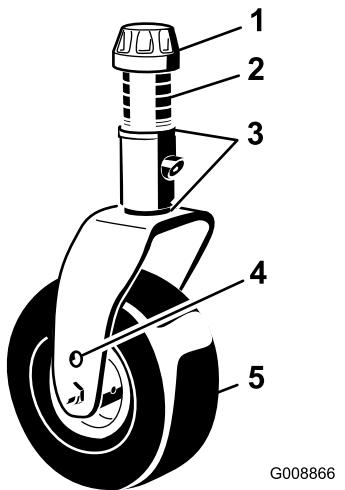
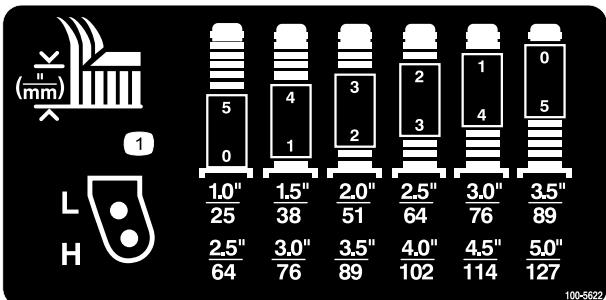

Bild 7
Bild 8
2. Schieben Sie die Distanzstücke auf die Laufradspindel, um die gewünschte Schnitthöhe zu erzielen, siehe Bild 7 und Bild 8 für die Kombination aus Distanzstücken für die Einstellung. Schieben Sie eine Druckscheibe auf die Spindel und drücken Sie das Laufrad durch den Laufradarm. Setzen Sie eine weitere Druckscheibe und die restlichen Distanzstücke auf die Spindel auf, und bringen
2. Stecken Sie die Laufradachsen in beiden Laufradgabeln in die gleichen Löcher. Ermitteln Sie die richtigen Löcher für die Einstellung richtig mit Bild 7 und Bild 8.
3. Entfernen Sie die Spannkappe von der Spindelwelle (Bild 7) und ziehen die Spindel aus dem Laufradarm heraus. Ziehen Sie zwei Beilagscheiben so auf die Spindelwelle, wie sie ursprünglich montiert waren. Diese Beilagscheiben sind erforderlich, um alle Mähwerke über die Breite auf ein Niveau zu bringen. Ziehen Sie die erforderliche Anzahl von 13 mm Distanzstücken (siehe die nachstehende Tabelle) auf die Spindelwelle, um die gewünschte Schnithöhe herbeizuführen; ziehen Sie dann die Scheibe auf die Welle auf.
Ermitteln Sie die Kombination der Distanzstücke für die Einstellung mit Bild 7 und Bild 8.